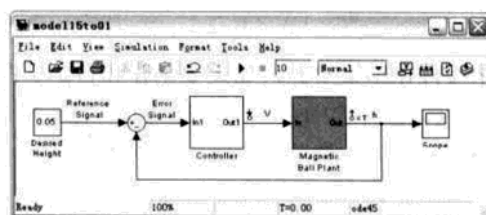

图 15.28 模型亮显
(1) 亮显线性化模块。为确定是否是线性化需要部分，可亮显线性化模块来实现。在 Control and Estimation Tools Manager 窗口中右击 Model 节点处，在弹出的菜单中选择 Highlight Blocks in Linearization 命令，会亮显线性化模块以及其中子系统模块，如图 15.28 和 15.29 所示。